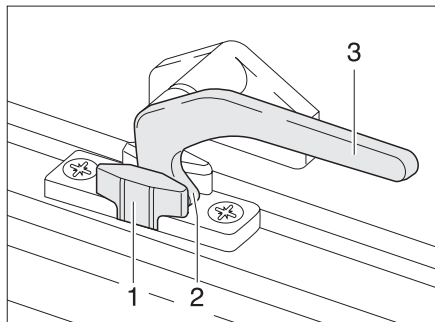

Fig. 26 Leva di serraggio in posizione "Aerazione continua"
- in posizione di "Aerazione continua" (Fig. 26)
- ▶ Ruotare la leva di serraggio (Fig. 26,3) di un quarto di giro verso il centro della finestra.
- ▶ Ruotare la leva di serraggio di un quarto di giro verso il telaio della finestra. Riportare contemporaneamente il nasello di chiusura (Fig. 26,2) nella rientranza della chiusura della finestra (Fig. 26,1).